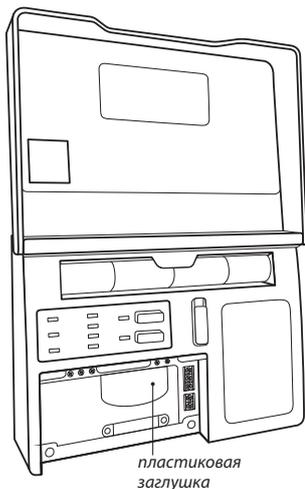

Рис. 7. Вид Модуля управления Neptun ProW+ изнутри с открытой крышкой коммутационного отсека
3. Откройте крышку коммутационного отсека (Рис. 7).
4. Выполните подключение проводов электропитания, Проводных датчиков и кранов с электроприводами в соответствии со схемами, изображенными на Рис. 4, 5, 6. (в зависимости от типа подключаемых кранов с электроприводом). При необходимости, для ввода проводов в коммутационный отсек удалите пластиковую заглушку, расположенную в нижней части корпуса Модуля управления при помощи отвёртки (Рис. 7)